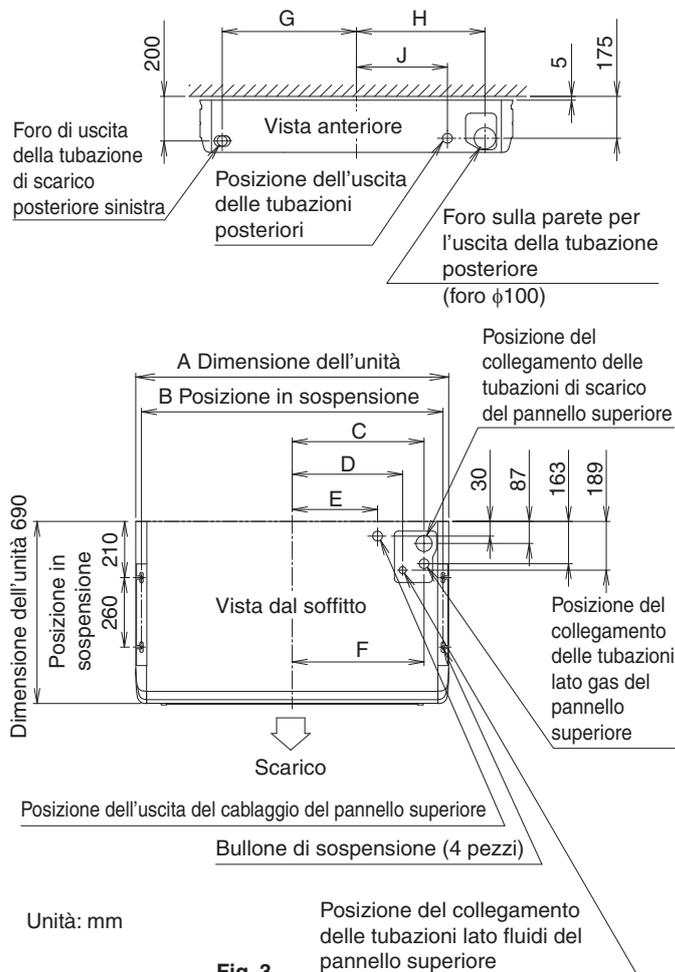

Fig. 3
- (1) Controllare le posizioni dei bulloni di sospensione dell'unità interna, dei fori dello sbocco della tubazione, del foro dello sbocco della tubazione di drenaggio e del foro di ingresso dei cavi elettrici. (Fare riferimento alla Fig. 3)**